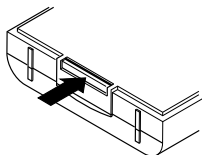

Figure 2
2. Pour ouvrir le boîtier du carillon : Presser sur le loquet à la base du carillon et soulever le boîtier pour ouvrir (voir la Figure 2).